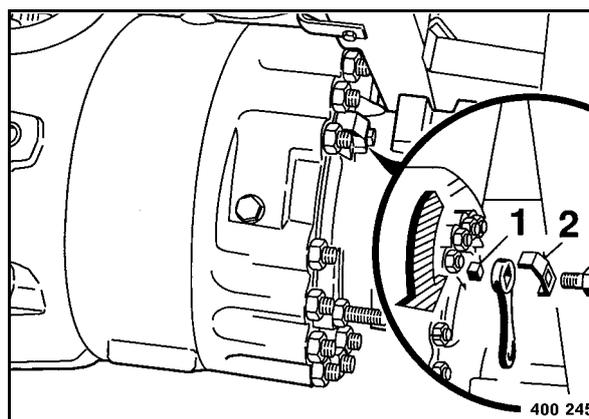

fig. 162
- Dévisser la plaquette de sécurité 2 (fig. 162).
- Tourner le pan carré (1) dans le sens contraire des aiguilles de montre jusqu'en butée.